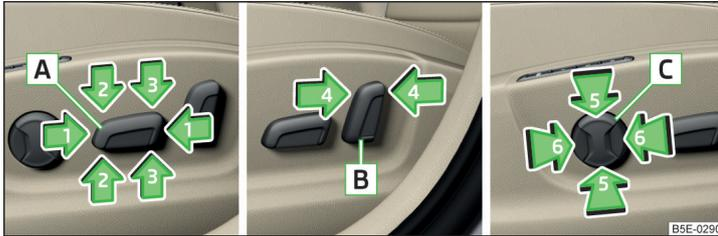

Abb. 70 Bedienelemente am Sitz
**Bedienelemente am Sitz** » Abb. 70